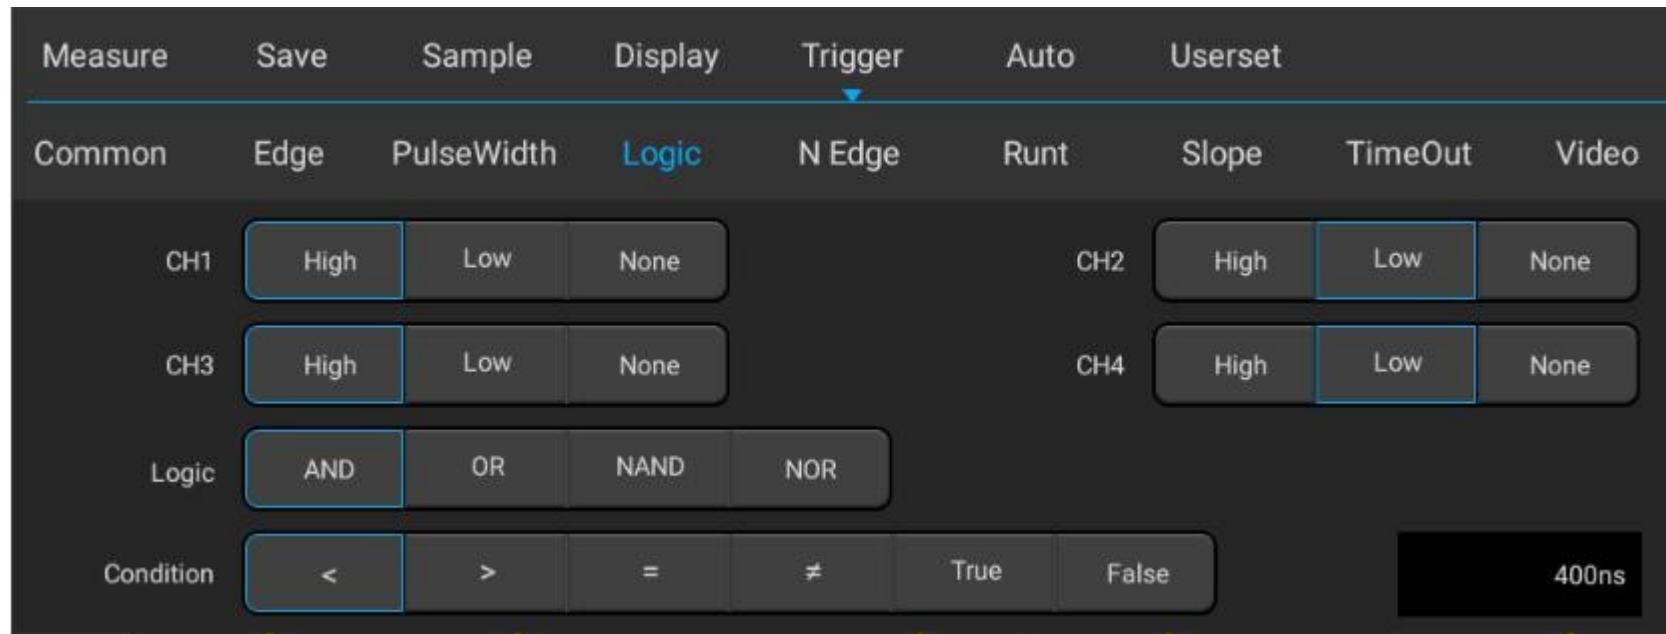

Abbildung 5-21 Menü „Logik-Trigger-Einstellungen“
- 1) Tippen Sie im Hauptmenü auf „Trigger“, um das Trigger-Menü zu öffnen, wählen Sie unter „Trigger-Typ“ den logischen Trigger aus und stellen Sie den logischen Trigger wie folgt ein, wie in Abbildung 5-21 dargestellt: